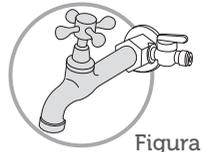

Figura 2
- 4- Instale a torneira novamente ao adaptador já conectado ao ponto de água sem uso de força excessiva (Figura 2).